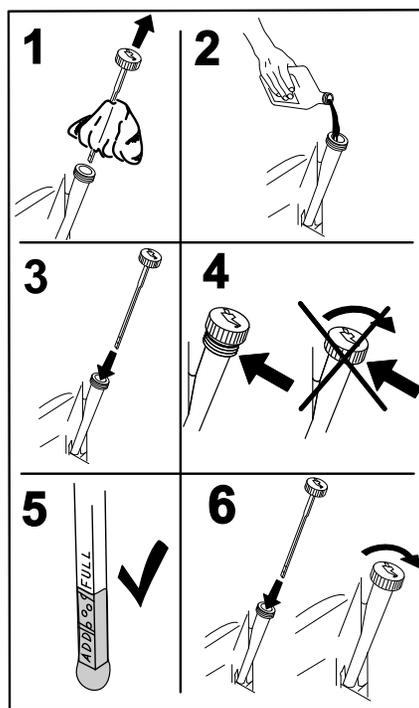

図 44
4. 所定量の 80% 程度のオイルをゆっくり入れ、そこから、残りの量を注意深く足して FULL マークまで入れる（図 44）。